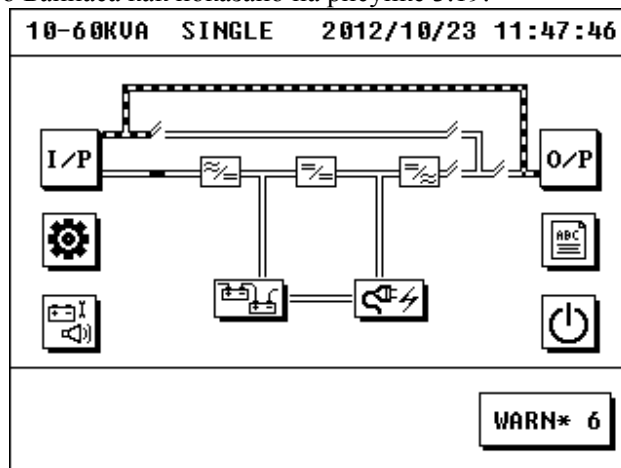

Рисунок 3.20 Режим ручного Байпаса
2. Снимите защитную крышку автомата «Ручной Байпас / maintenance bypass breaker», включите этот автомат. Отключите оба входных автомата ИБП, выходной автомат ИБП, батарейный размыкатель ИБП. Начиная с этого момента ИБП работает в режиме ручного байпаса (так же называется: maintenance bypass, режим обслуживания). При этом внутренние силовые блоки ИБП обесточены (возможны чистка, ремонт), а нагрузка подключена напрямую к входной сети через включенный автомат ручного Байпаса. Поток энергии в этом режиме показан на рисунке 3.20 (Замечание: на рис.3.20 автомат главного входа - во включенном положении).